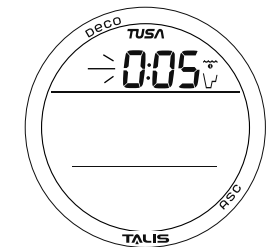

Abb. 35 - DTR-ALARM EINSTELLEN
**DTR-ALARM EINSTELLEN**, Informationen beinhalten (Abb. 35):